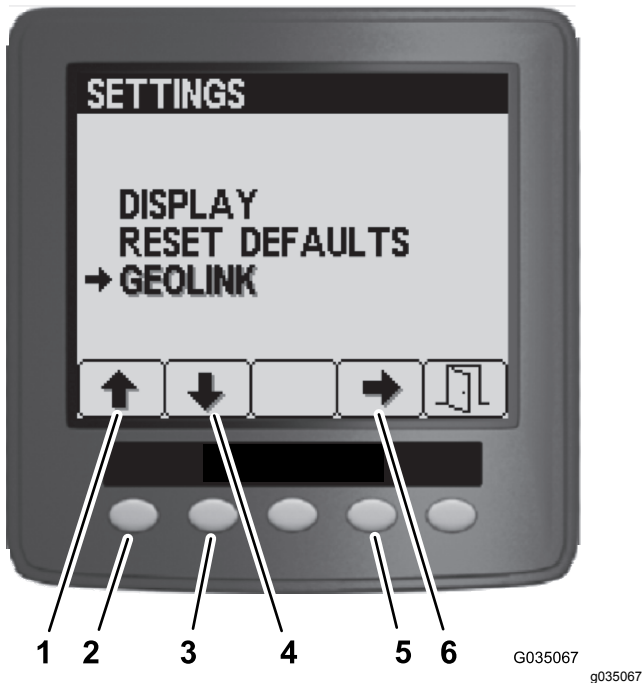

Bild 101
4. Drücken Sie auf dem Einstellungs-Menü die Taste 1 oder Taste 2, bis die Option „GeoLink“ markiert ist; drücken Sie die Taste 4, um auf das GeoLink-Menü zu navigieren (Bild 101).